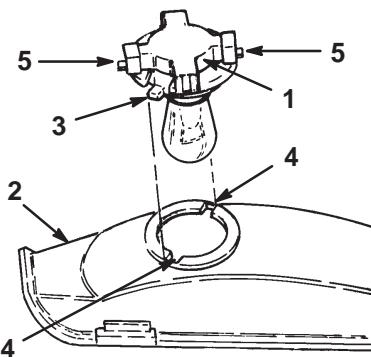

Figure 31
- Dévissez l'embase d'un quart de tour vers la gauche et déposez-la du réflecteur (Fig. 31).
- Alignez les languettes de l'embase (Fig. 31) et les rainures du réflecteur, introduisez l'embase dans le réflecteur et vissez-la à fond d'un quart de tour vers la droite.